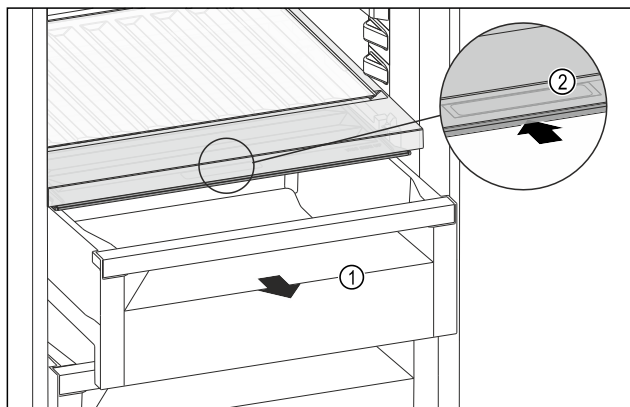

Fig. 110
- Estrarre il cassetto Fig. 110 (1).
- Afferrare la maniglia incassata Fig. 110 (2) sul coperchio dello scomparto e spingere allo stesso tempo all'indietro il coperchio dello scomparto.